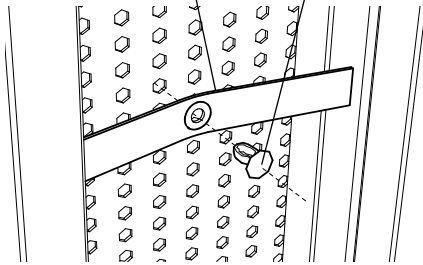
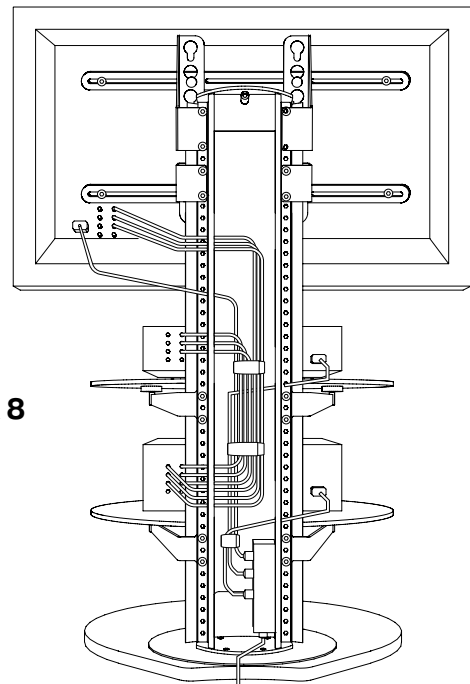

Рисунок 7
Рисунок 8
Хомуты для прокладки кабелей (Q) прикрепляются к перфорированной металлической панели. Находящейся внутри каркаса Vista, простым вдавливанием пластикового зажима в отверстие в центре хомута и одно из отверстий, расположенных на панели (рис.7). Оберните хомуты вокруг кабелей, как показано на рис.8. переместить хомуты просто – выньте пластиковый зажим и вставьте его в другое отверстие.